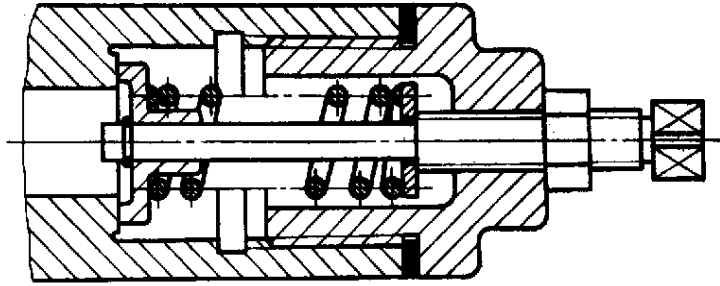

图 1
3.1 被弹簧挡住的结构一般不画出，可见部分应从弹簧的外轮廓线或从弹簧钢丝剖面的中心线画起（图 1）。